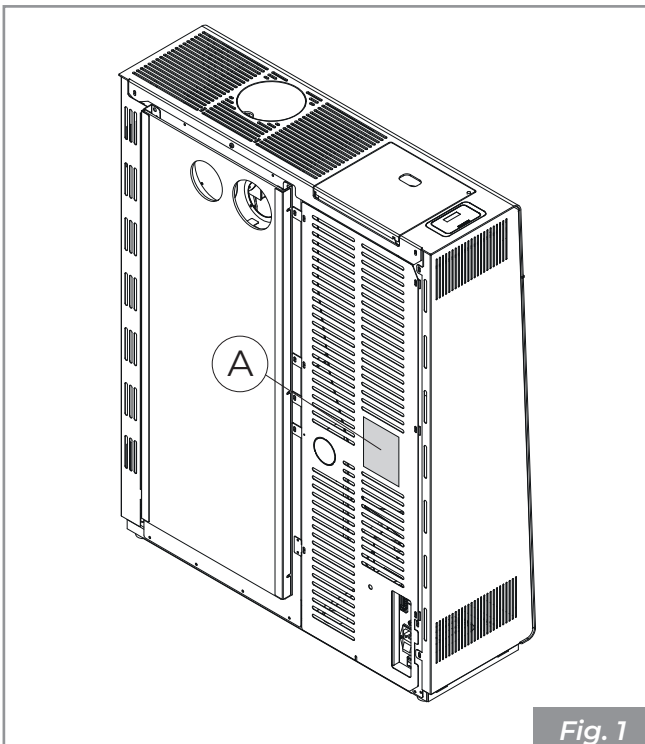

Fig. 1
La plaque signalétique (A) est située sur la partie arrière du poêle (Fig. 1) et elle indique toutes les données caractéristiques de l'appareil, y compris les données du Fabricant, le numéro de série et la marque **CE**.